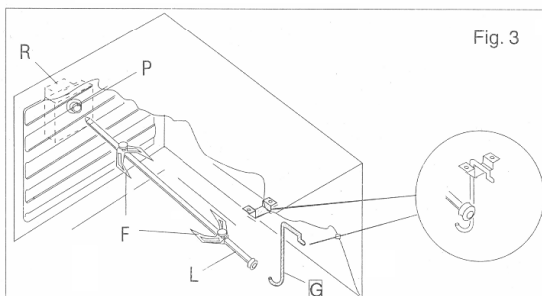

Fig. 3
- Enfiler le poulet ou la pièce à rôtir sur la broche **L** en prenant bien soin de l'immobiliser entre les deux fourches **F** et de bien l'équilibrer afin d'éviter des efforts inutiles au moto-réducteur **R**. (fig. 3).